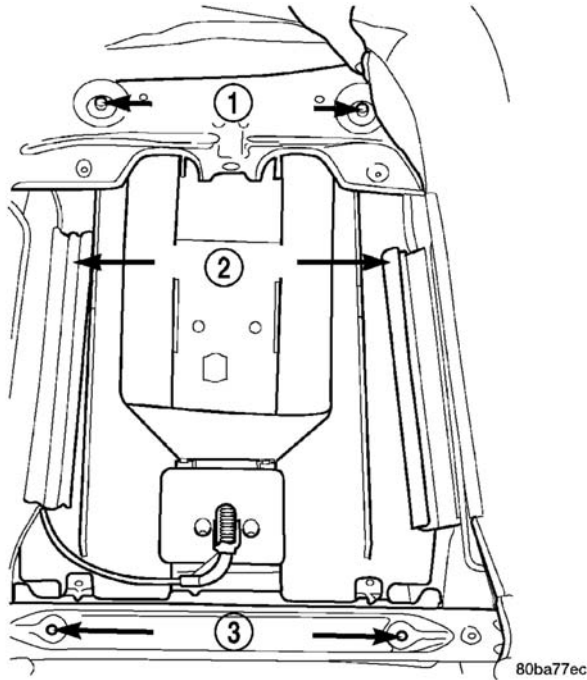

图 8 儿童约束防护座椅靠背
- (3) 卸下将扇形儿童座椅装接到座椅上的紧固件（图 8）。
- (4) 从座椅上卸下扇形儿童座椅。